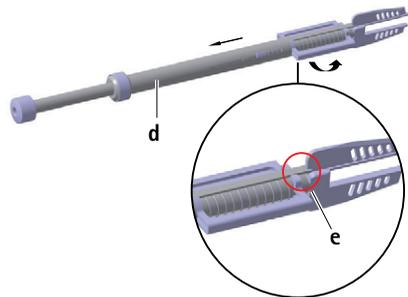

Fig. 3
- ▶ Encajar la ranura **e** del separador **d** en el resalte del cinkel, ver Fig. 3.